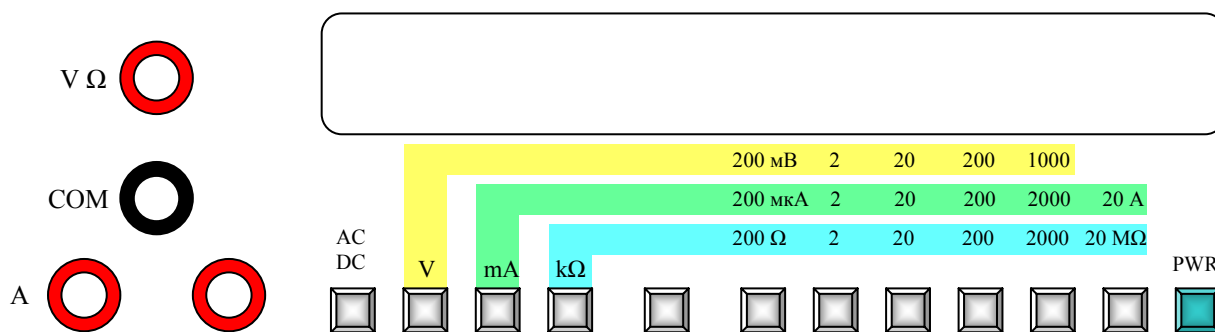

Рисунок 1 – Изображение универсального измерителя и условно-графическое представление его лицевой панели
1. Включение/выключение прибора осуществляется кнопкой «**PWR**» (крайняя кнопка справа темно-зеленого цвета – рис. 1).